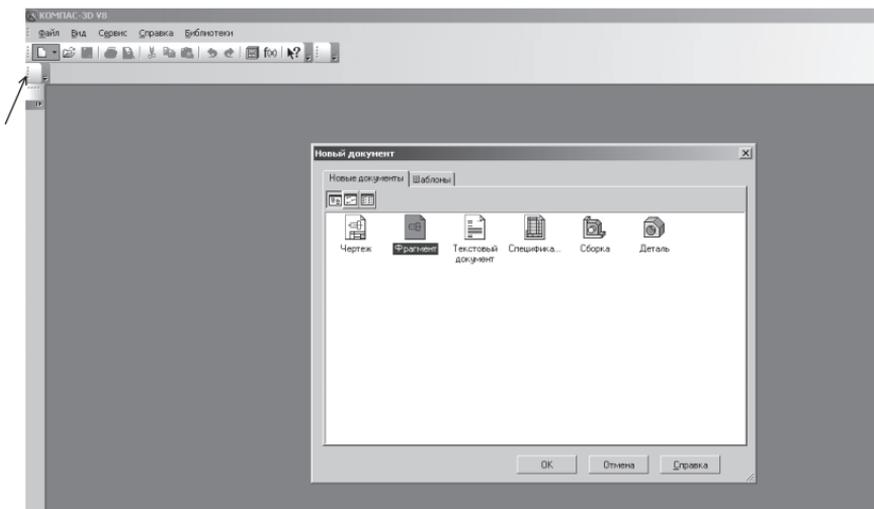
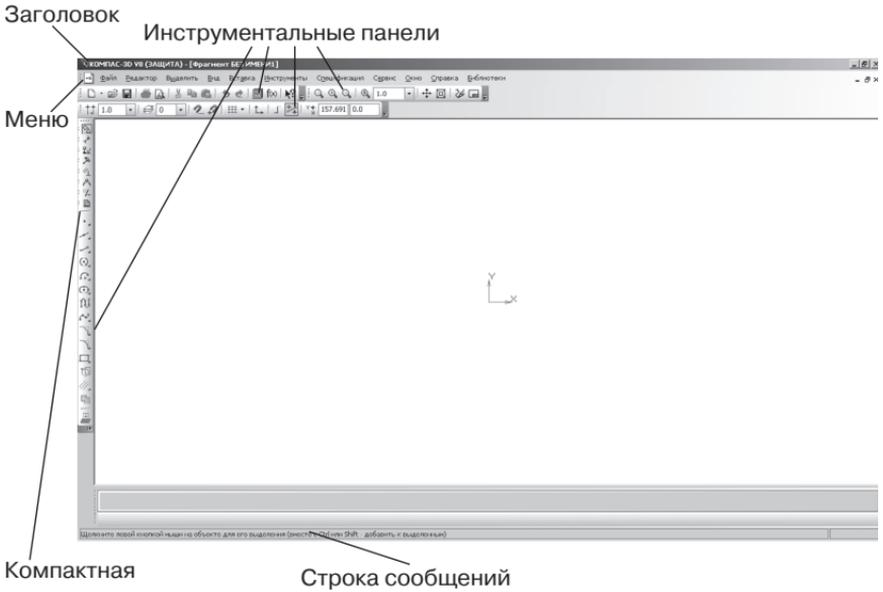

Рис. 8. Выбор типа создаваемого документа
Рис. 9. Окно документа
**Создать** (рис. 8).
Выберите тип документа **Фрагмент** (рис. 8). Вспомогательный тип графического документа КОМПАС-3D отличается отсутствием объектов оформления конструкторского документа (рамки, основной надписи) – рис. 9. Он используется для хранения изображений, которые не нужно оформлять как отдельный лист (эскизные прорисовки, разработки т.д.).